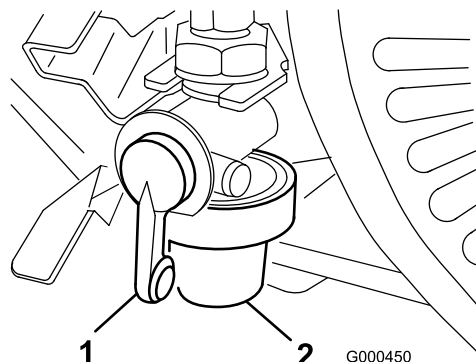

Figura 28
1. Chiudete la valvola d'intercettazione del carburante e svitate il pozzetto dal corpo del filtro (Figura 28).